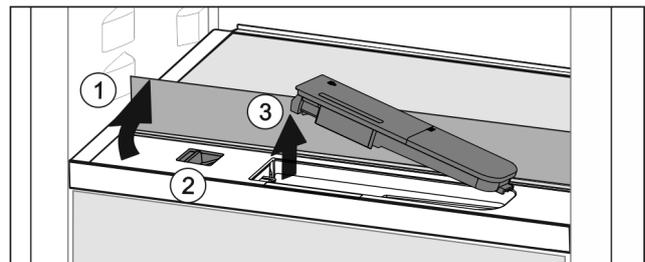

Fig. 57
- ▶ Glasplatte anheben und bis zum Anschlag nach hinten klappen Fig. 57 (1).
- ▶ Schieber Fig. 57 (2) nach links schieben.
- ▶ Wassertank entnehmen Fig. 57 (3).